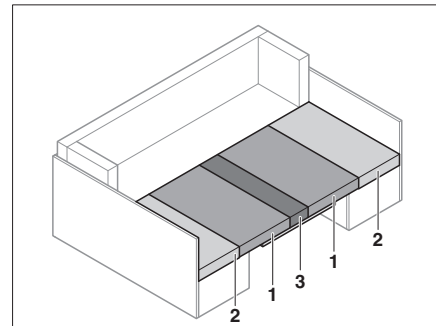

Bild 71 Efter ombyggnaden
- Drag sittdynorna (Bild 71,1) till mitten.
- Skjut in ryggdynorna (Bild 71,2) mellan sittdynorna (Bild 71,1) och ytterväggen.
- Lägg extradyna (Bild 71,3) mellan sittdynorna (Bild 71,1) på bordet.